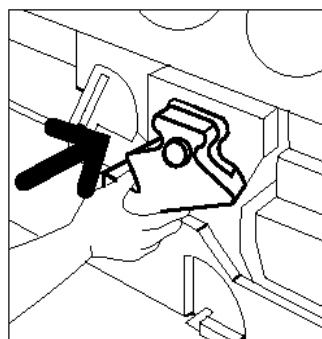

Figura 26: Inserir o novo Recipiente de despejo de revelador
- 9** Alinhe o novo Recipiente de despejo de revelador com a seta na copiadora/impressora e deslize-o para dentro da copiadora/impressora, conforme ilustrado na Figura 26.